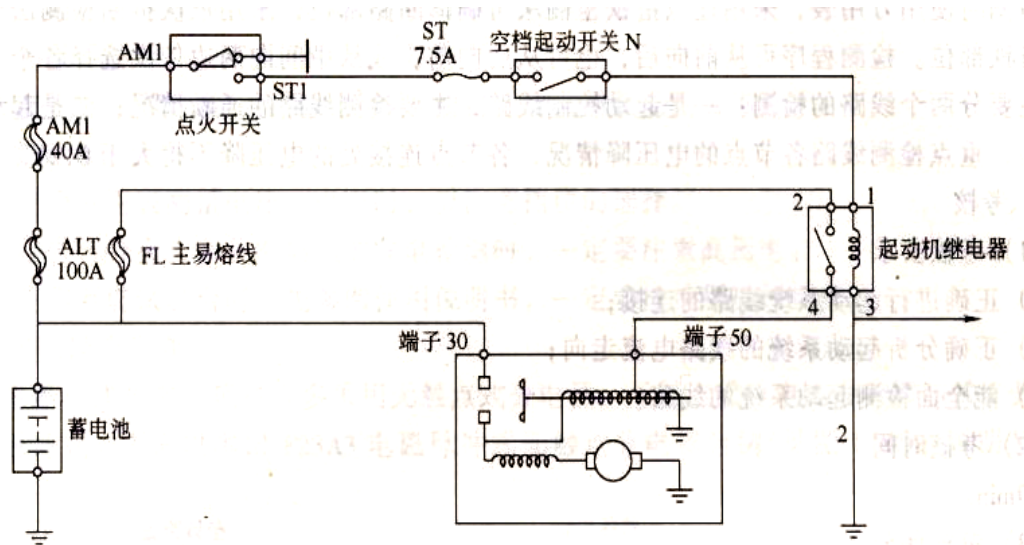

图 2-1 起动系统线路连接
3. 起动系统由电磁啮合式起动机、蓄电池、点火开关、空档起动开关、起动继电器及导线等组成。接线情况如图 2-1 所示。